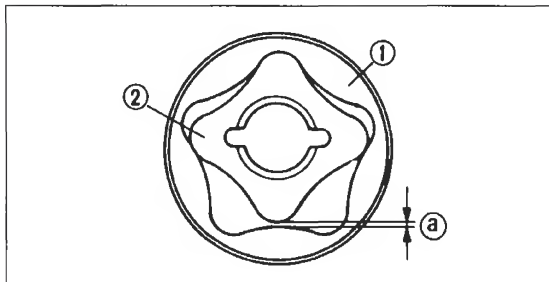

Bild 101
-  **Ölpumpe:** Spiel zwischen Aussenrotor  Bild 101 und Gehäuse mit Fühlerlehre messen. Sollwert 0,09 – 0,15 mm. Spitzenspiel a der Rotoren muss 0,09 – 0,15 mm betragen. Seitenspiel der Rotoren muss 0,03 – 0,08 mm betragen. Falls ausserhalb der Toleranz Ölpumpe ersetzen.